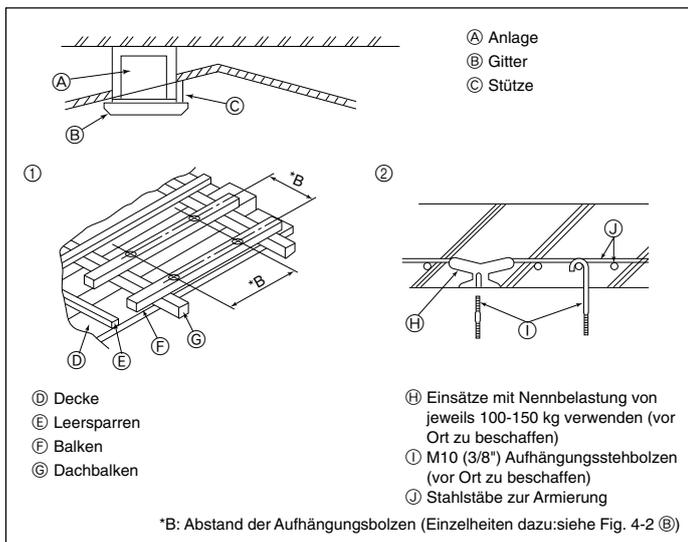

Fig. 4-4
- (A) Empfohlene Form des Luftkanalflanschs (Stärke: 0,8 oder mehr)
- (B) 3-ø5 Loch
- (C) Detailzeichnung der Frischluftansaugung
- (D) Innenanlage
- (E) Oberfläche der Decke
- (F) 3-ø2,8 Kragenloch
- (G) ø73,4 Ausstanzloch
- (H) Luftkanalflansch (vor Ort gefertigt)
- (I) Blechschraube 4 × 10 (vor Ort beschafft)
- (J) Luftkanal
4.4. Bauliche Gestaltung der Aufhängung (Baustruktur der Aufhängung muß hoch belastbar sein) (Fig. 4-4)